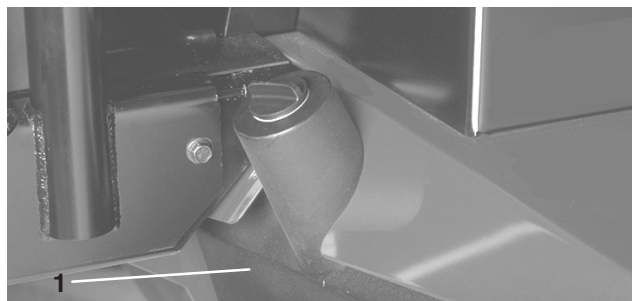

Figure 57
2. Retirez le bouchon de vidange au fond du réservoir (Fig. 57) et laissez s'écouler l'huile dans un bac de vidange. Revissez le bouchon de vidange en place lorsque toute l'huile s'est écoulée.